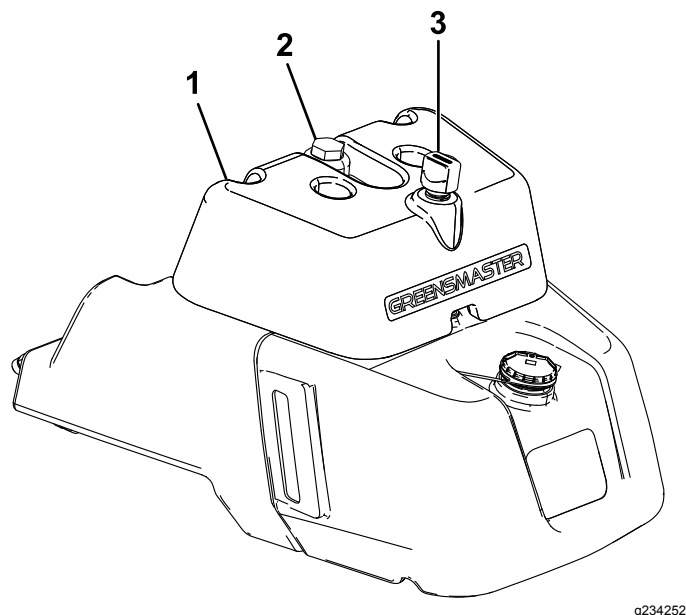

Bild 44
- Wenn Ihr Behälter ein Schauglas hat, prüfen Sie den Stand dort (Bild 44) und gehen Sie auf Schritt 5.